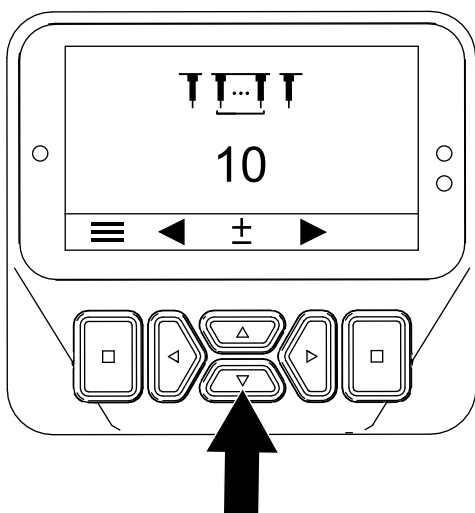

图 58
3. 按右侧按钮直至“设置打孔针数量”屏幕显示 图 58。
4. 按照如下方式使用上下按钮 图 58 调节打孔针数量